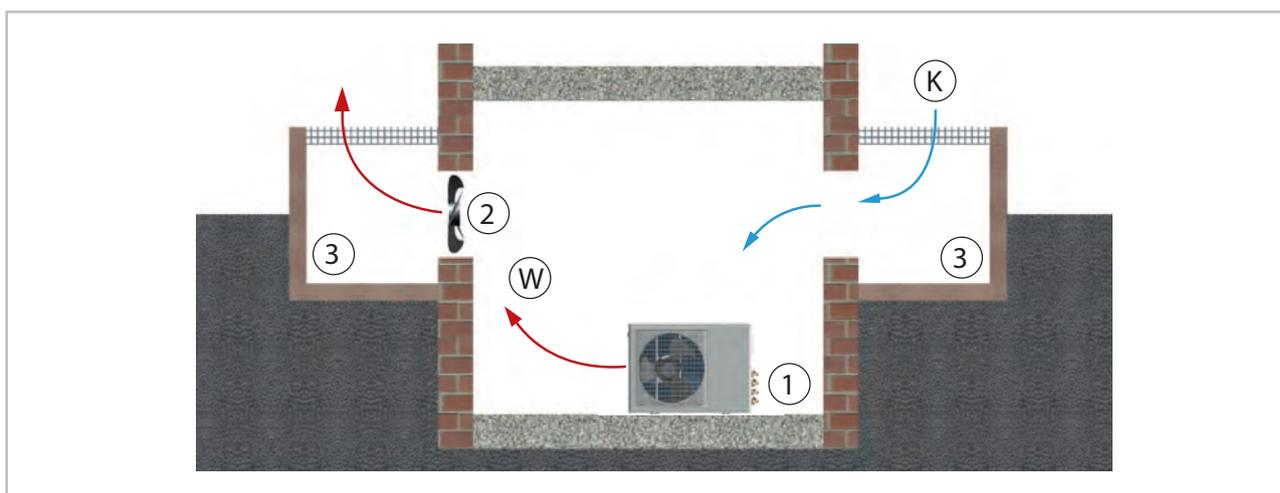

Abb. 10: Aufstellung im Gebäudeinneren
- Sorgen Sie für eine ausreichende Wärmeabfuhr, wenn das Außenteil im Keller, auf dem Dachboden, in Nebenräumen oder Hallen aufgestellt wird (Abb. 10).
- Installieren Sie einen zusätzlichen Ventilator, der über den gleichen Luftvolumenstrom des im Raum aufzustellenden Außenteiles verfügt und der event. zusätzliche Druckverluste durch Luftkanäle kompensieren kann (Abb. 10).